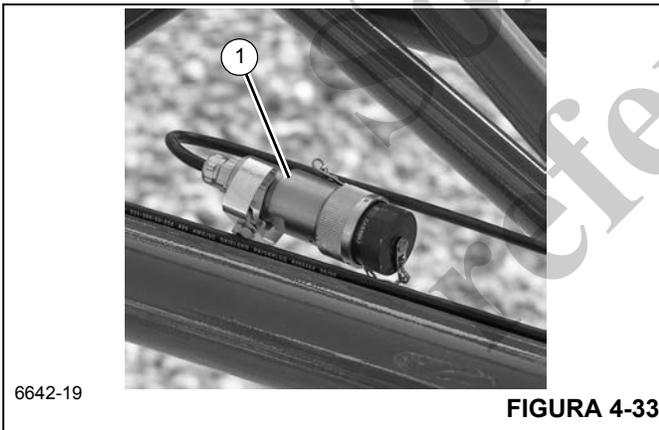

FIGURA 4-33
- a. Retire el conector del extremo del cable del RCL (1) (Figura 4-33) de la extensión y diríjalo a través de la extensión de pluma.